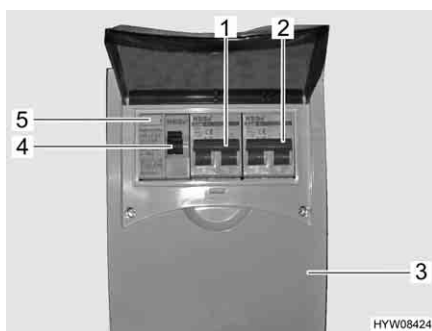

Fig. 150 Scatola dei fusibili a 230 V con interruttore di sicurezza e interruttore automatico FI
Un interruttore di sicurezza per correnti di guasto (interruttore automatico FI) (Fig. 150,5) nella scatola dei fusibili (Fig. 150,3) protegge l'intero veicolo da correnti di guasto (0,03 A).
L'interruttore di sicurezza collegato in serie (10 A) (Fig. 150,1) protegge le prese da 230 V, la centralina elettrica, il caricabatteria supplementare e il frigorifero.
Per veicoli con accessori opzionali, p. es. il riscaldamento ad aria calda con riscaldatore elettrico a immersione o l'impianto di climatizzazione a tetto, un ulteriore interruttore di sicurezza (16 A) (Fig. 150,2) protegge l'apparecchio.
- Se il veicolo è collegato all'alimentazione a 230 V, premere il tasto di controllo (Fig. 150,4). L'interruttore di sicurezza per correnti di guasto (FI) deve scattare.